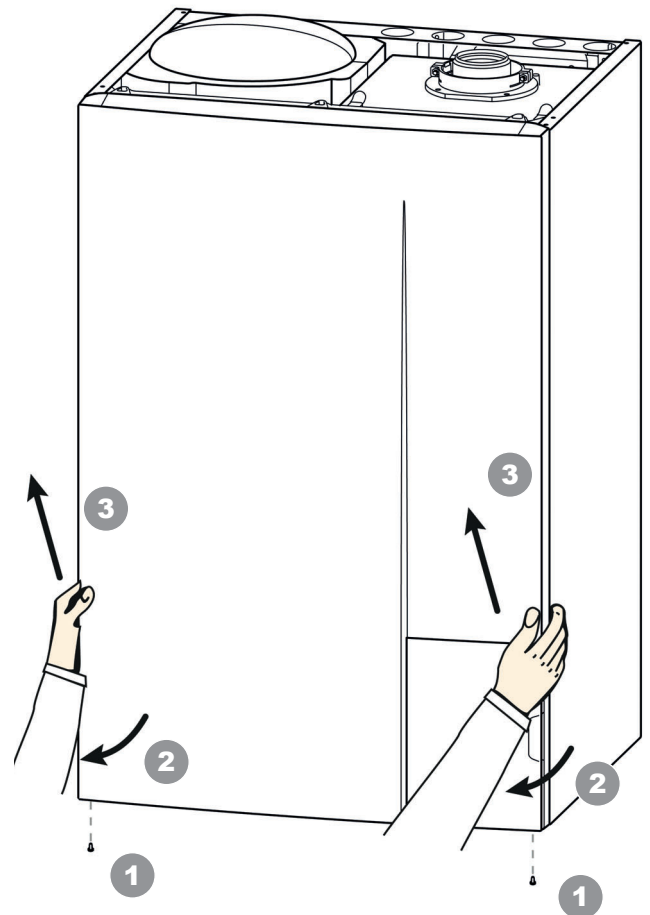

fig. 30 - Desmontaje de la tapa frontal
- Retire la tapa frontal (consulte *fig. 30, página 47*).